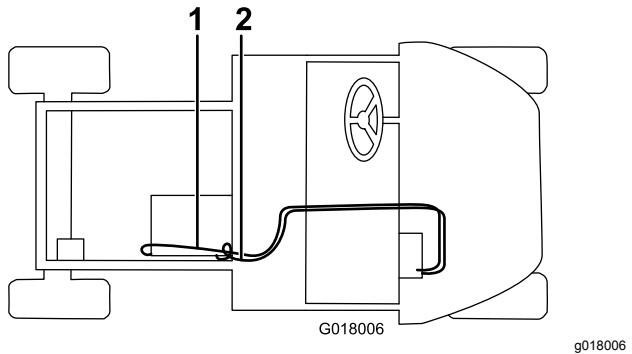

**Figure 27**
3. Coupez le flexible inférieur de radiateur à 54 mm environ de l'extrémité qui est reliée au radiateur (Figure 27).
4. Branchez le raccord en T à chaque extrémité nouvellement coupée du flexible inférieur de radiateur à l'aide des 2 larges colliers de serrage (Figure 27).